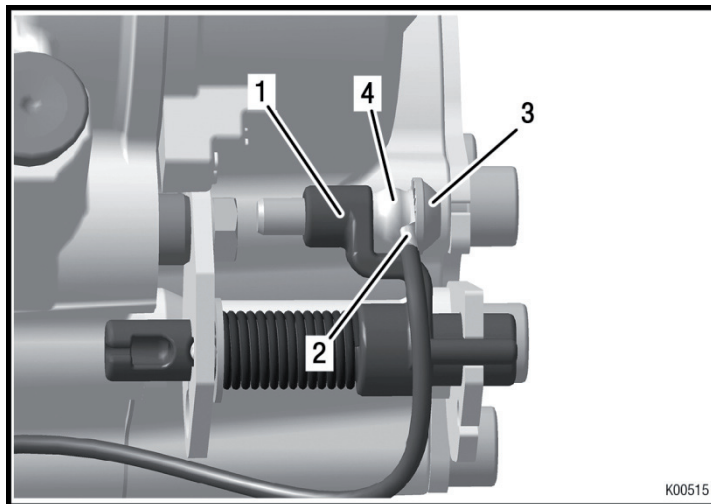

fig.20
- Fixez la cosse au contacteur de changement de vitesse à l'aide de la vis M6x25 (rep.3). Attention à l'ordre de montage des composants. Voir fig.20.